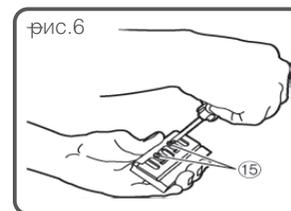

рис.6
- a. Установите согнутую часть установочной пластины в паз на плоской части режущего блока. (рис.6, 7)